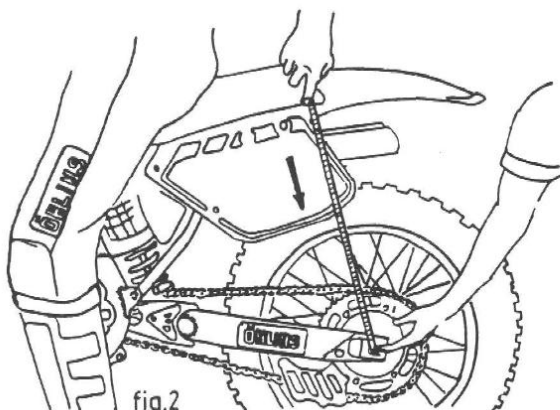

fig.2
3. Låt sedan föraren sitta på motorcykeln i normalt körläge, (tävlingsklädd). Gör om samma mätning som tidigare enligt fig. 2. Skillnaden mot tidigare mätning skall nu vara 95 mm $\pm$ 5 mm.